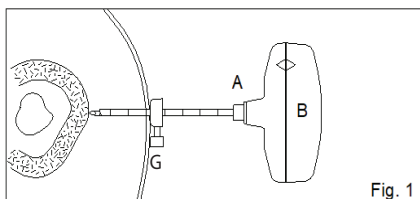

Fig. 1
FIG. 1 In base alla profondità dell'osso da raggiungere, regolare il misuratore di profondità (G) sulla cannula di taglio (A) sul contrassegno di centimetri appropriato e serrarlo per avere una guida visiva. Ruotando in senso antiorario introdurre la cannula di taglio e il mandrino con punta trocar assemblati (A+B) fino a impegnare la superficie dell'osso. Nota 1 – Per proteggere il tessuto molle, ruotare in senso antiorario durante l'inserimento attraverso il tessuto molle.